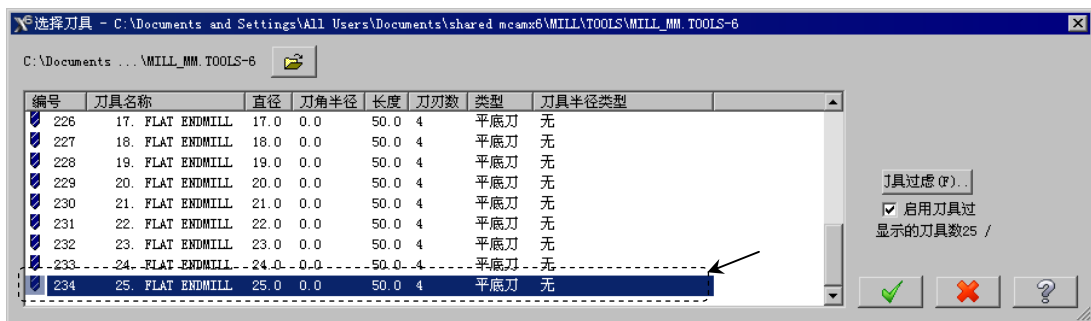

图 25.8 “选择刀具”对话框
Step5. 选择刀具。在“2D 刀具路径-平面铣削”对话框中单击 **选择刀库** 按钮, 系统弹出“选择刀具”对话框, 在该对话框的列表框中选择图 25.8 所示的刀具。单击 **✓** 按钮, 关闭“选择刀具”对话框, 系统返回至“2D 刀具路径-平面铣削”对话框。